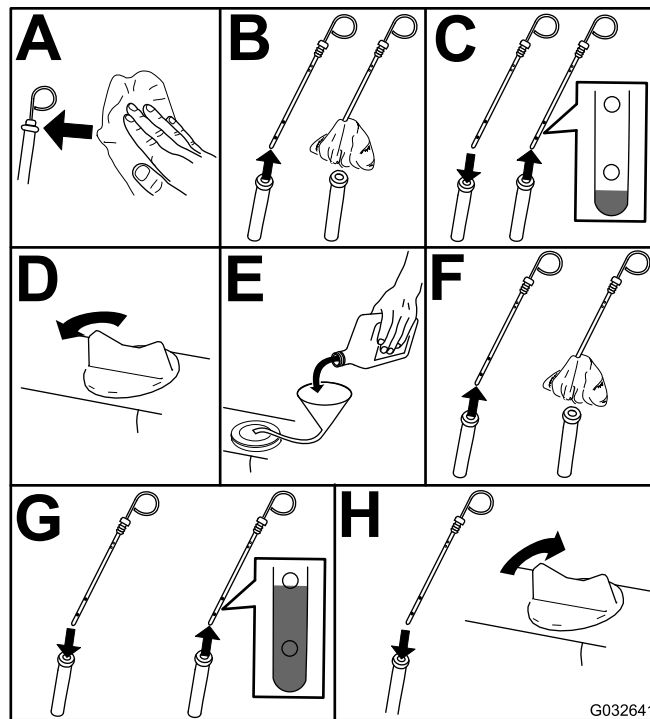

Figura 47
3. Verifique o nível de óleo do motor (Figura 47).